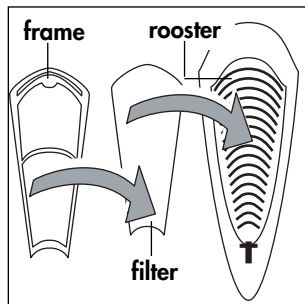

Fig. 16
- 1) Plaats het filter met de donkere kant naar het plastic rooster gekeerd en breng vervolgens het frame aan (fig. 16).